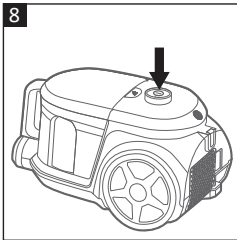

Fig. 8
- Apăsați Întrerupătorul (13) pentru a porni aspiratorul (**Fig. 8**).
1. Apăsați Întrerupătorul (13) pentru a opri aspiratorul (**Fig. 8**).